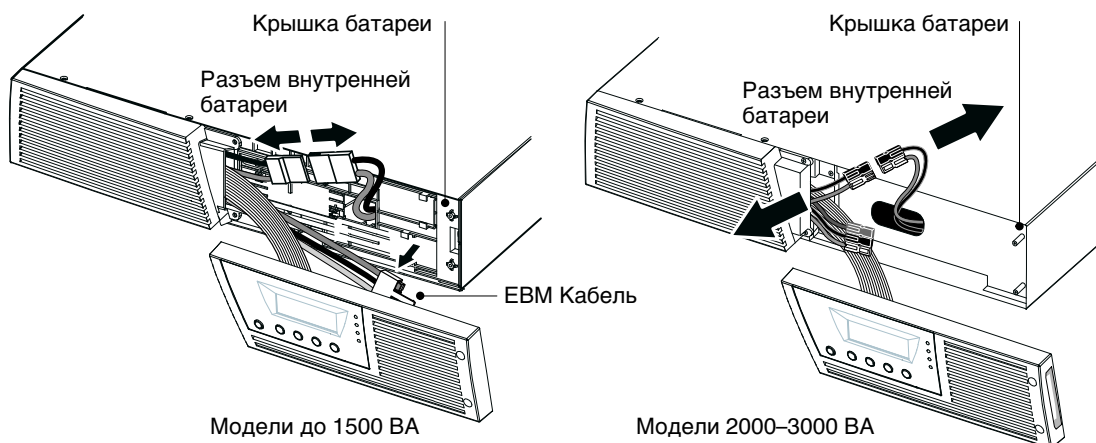
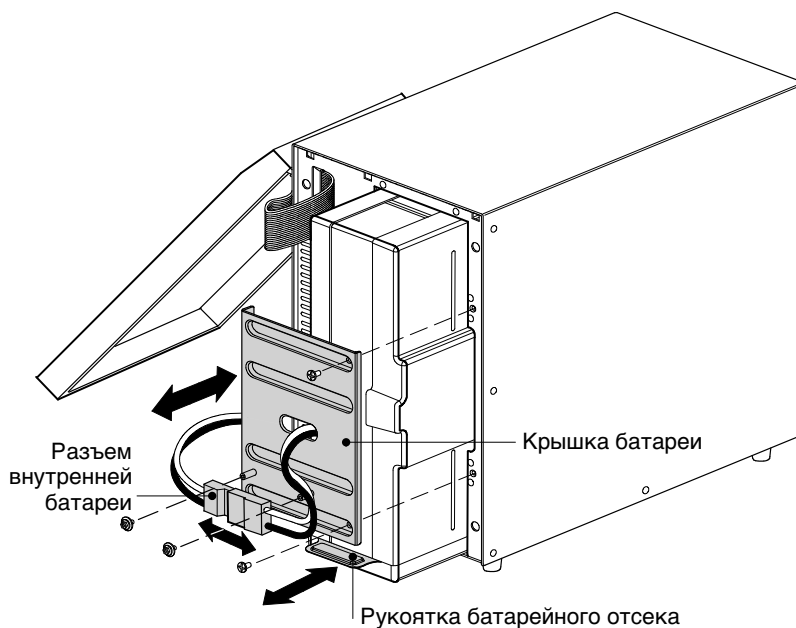

Рисунок 24. Отключение внутренних батарей ИБП (показано без EBM)
Рисунок 26. Замена внутренних батарей ИБП
ПРИМЕЧАНИЕ. В том случае, если требуется транспортировка ИБП, убедитесь в том, что ИБП отключен от сети и выключен, а затем отсоедините контакт внутренней батареи ИБП (см. Рисунок 24 на стр. 48 для моделей для монтажа в стойку или Рисунок 26 на стр. 50 для моделей типа башня).
2. Отсоедините разъем внутренней батареи (см. Рисунок 24).
3. **Только для моделей до 1500 ВА.** Если кабель EBM не подключен к EBM, отсоедините EBM кабель и переместите его влево (см. Рисунок 24).
4. Возьмите край крышки батареи и слегка потяните его вперед. Снимите и отложите в сторону крышку батареи. Расположение крышки батареи см. на Рисунок 24.
9. **Только для моделей до 1500 ВА.** Если кабель ЕВМ не подсоединен к ЕВМ, закрепите ЕВМ его в держателе на крышке батареи (см. Рисунок 24).
- Удалите и отложите в сторону два винта, удерживающие разъем внутренней батареи. Отсоедините разъем внутренней батареи. См. Рисунок 26.